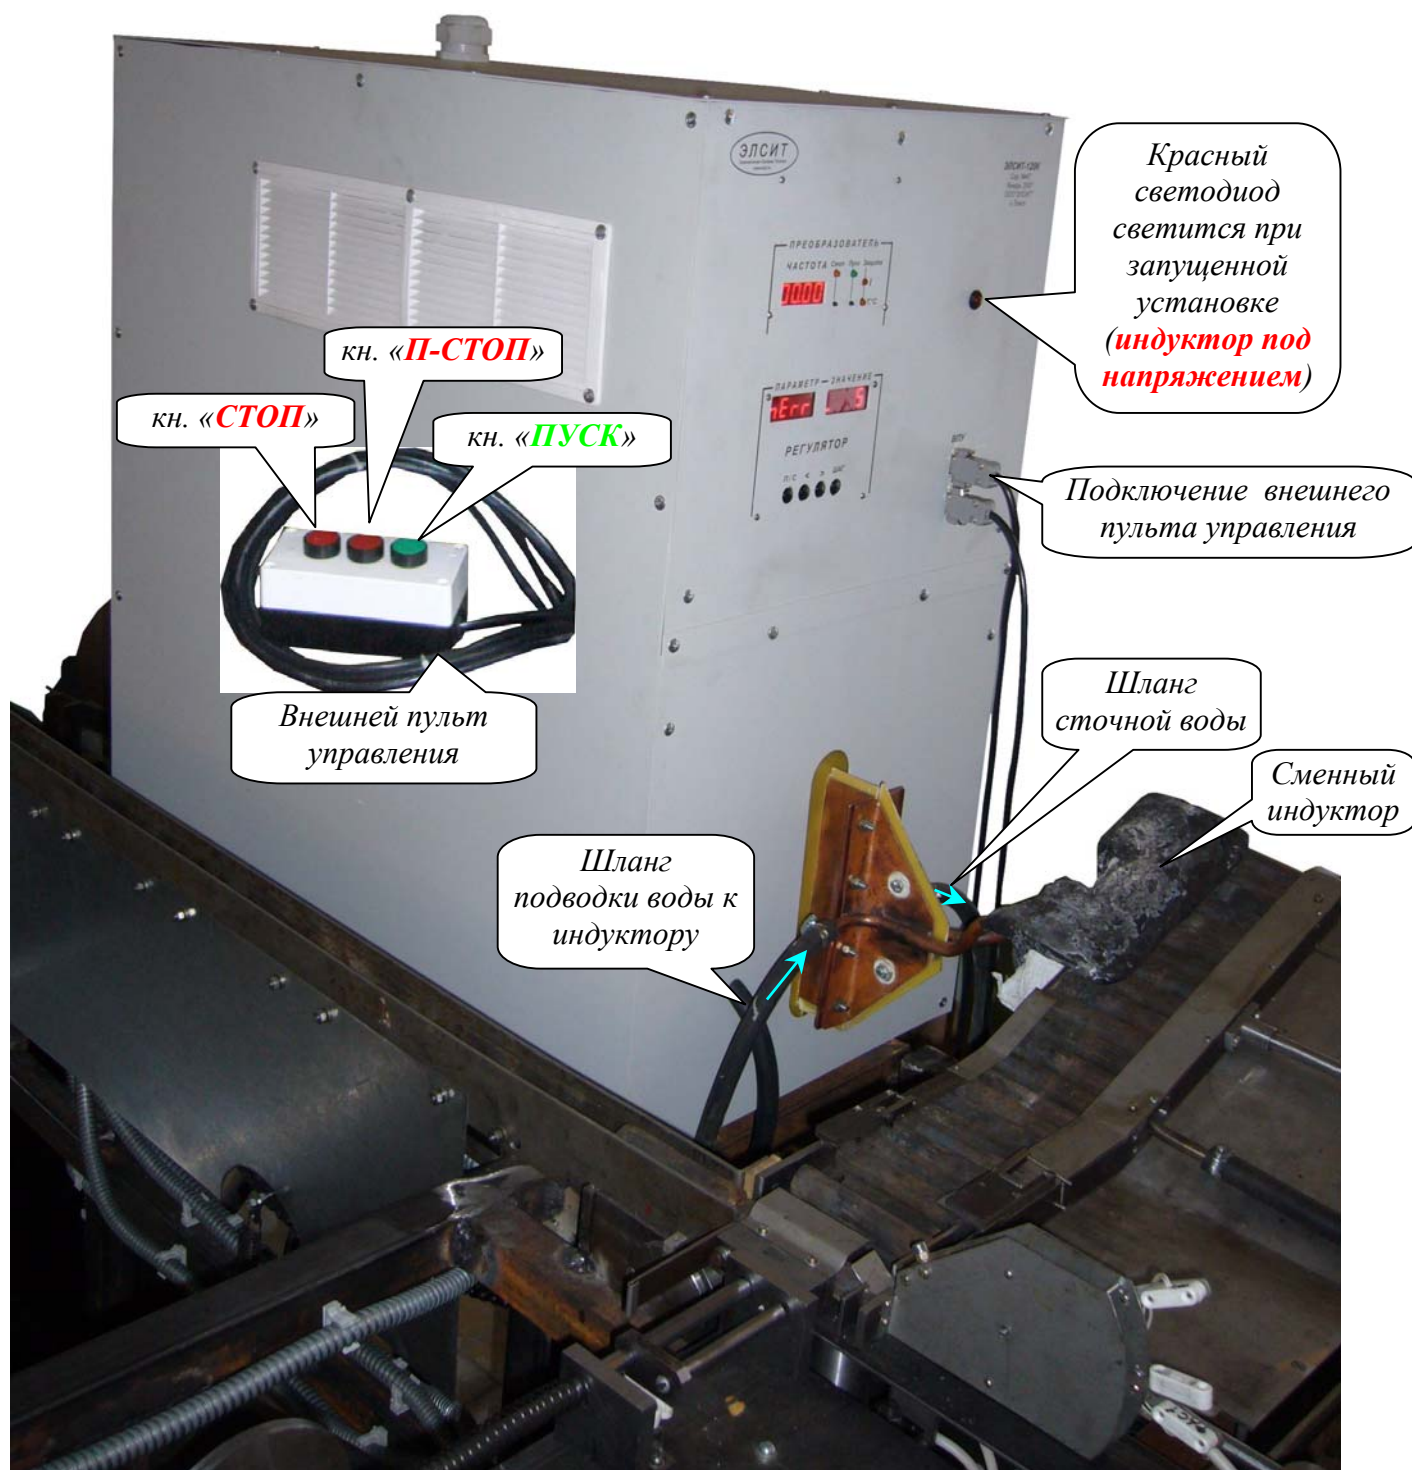
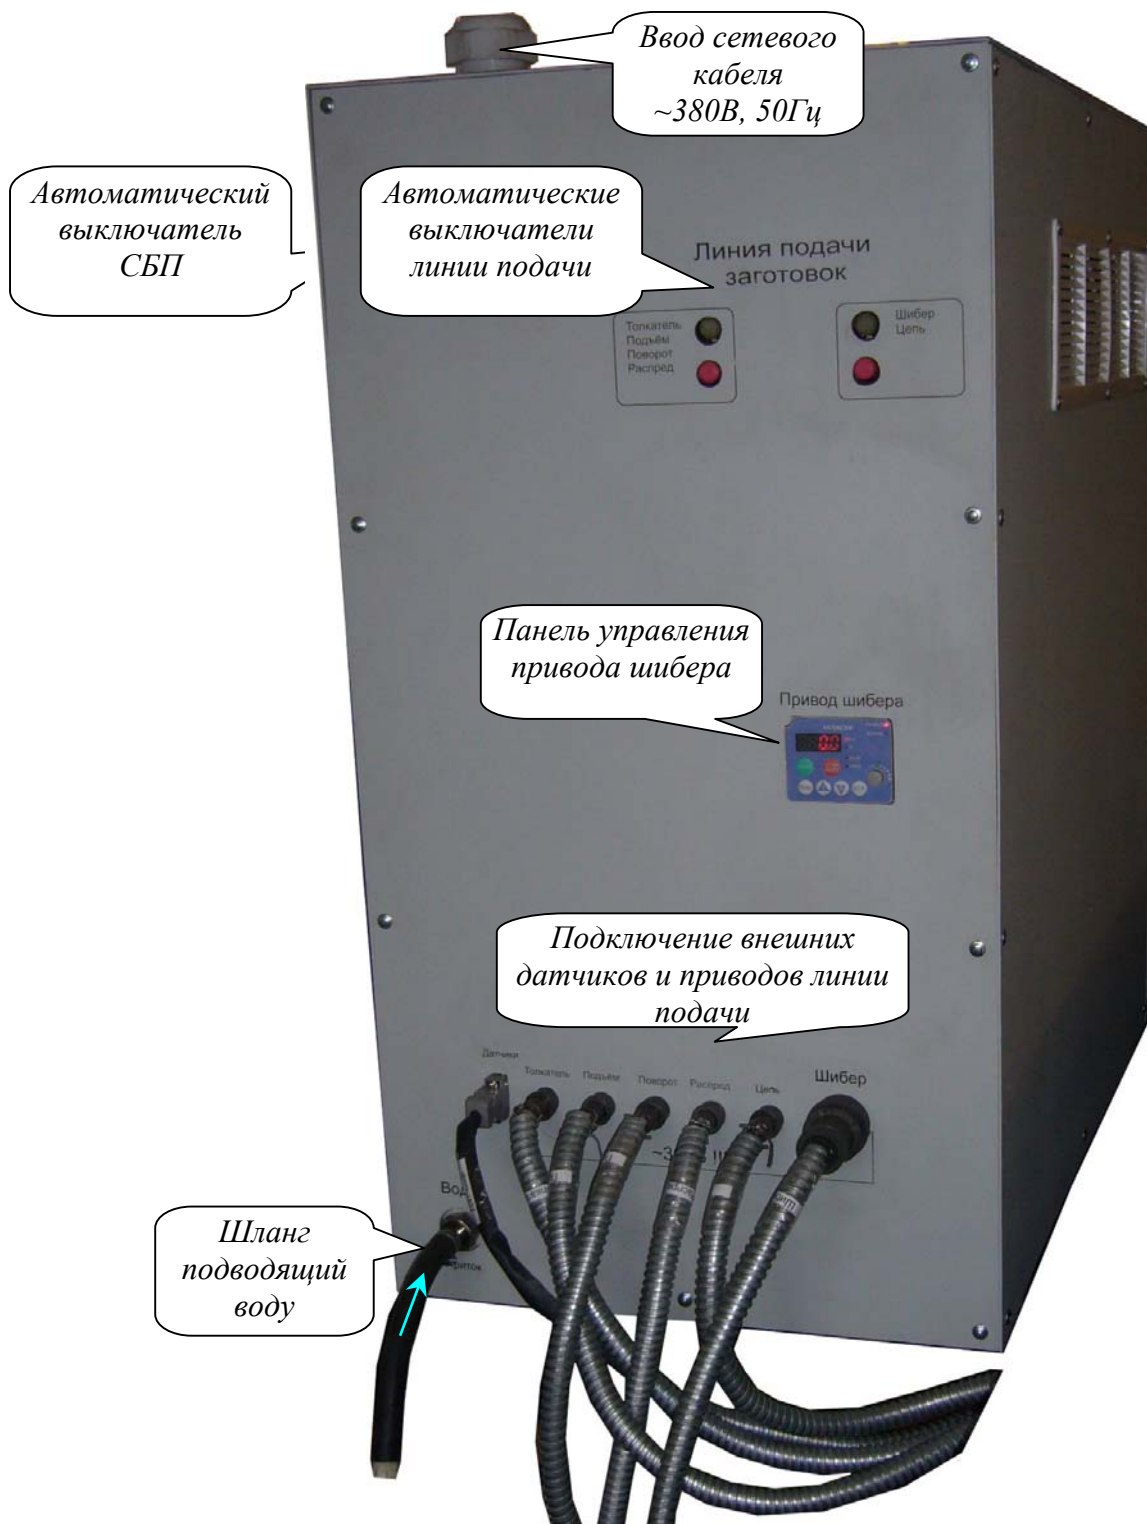

Рисунок 1. Силовой блок преобразователя (лицевая панель)
Рисунок 2. Силовой блок преобразователя (задняя панель)
Подключение сменного индуктора и пульта управления изображены на рис.1. Подводка воды и подключение силового кабеля изображены на рис.2.
- разъём «ВПУ» для подключения выносного пульта управления (рис.1). Выносной пульт управления имеет три кнопки: кн.«ПУСК» - запуск СБП и линии подачи; кн.«П-СТОП» - плавное выключение СБП после завершения элементами линии подачи текущего цикла; кн.«СТОП» - аварийное выключение СБП и остановка линии подачи (сюда не входят подающая цепь и привод шибера).
- 2) Нажатием кнопки «**Пуск**» запускается таймер/регулятор и устанавливается запрограммированная мощность, засветится красный светодиод (*индуктор под напряжением*) над индуктором (рис.1); на индикаторе «ЗНАЧЕНИЕ» высветится значение таймера.
- 3) После завершения работы нажатием кнопки «**П-СТОП**» происходит плавное выключение управления СБП, и остановка автоматической линии подачи погаснет красный светодиод (*индуктор под напряжением*) над индуктором (рис.1).
1) Автоматические выключатели на СБП установить в отключенное положение (рис.2).
4) Подключить сменный индуктор к клеммам СБП (рис.1).
5) Подвести водяное охлаждение индуктора и СБП (рис.1, рис.2).
6) Подключить пульта управления к СБП через разъёмы ВПУ (рис.1).
11) Нажать кнопку «**СТОП**» на передней панели СБП на ВПУ (рис.1) для сброса защиты (св.д. «**СТОП**» должен погаснуть).